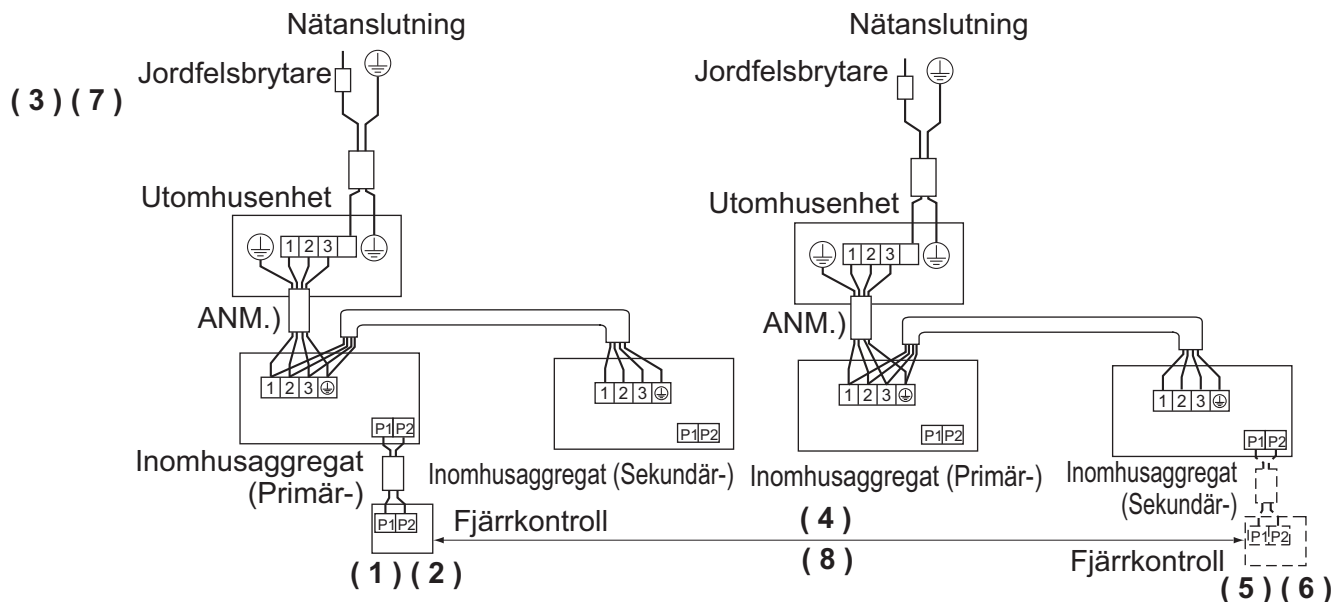

Bild 31
- Utför följande moment vid separat inställning av primär- och sekundäraggregat. **(Se bild 31)**
- (1) Ändra ANDRA KODNR. till "02". Individuell inställning, så att sekundäraggregatet kan inställas individuellt. **(Se tabell 10)**